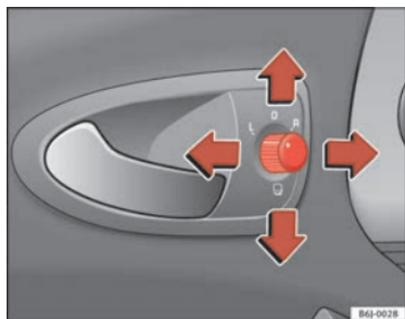

Fig. 64 Commande des rétroviseurs extérieurs
1. Tournez le bouton rotatif ⇒ fig. 64 en position **L (rétroviseur extérieur gauche)**.
- Tournez le bouton rotatif ⇒ fig. 64 en position pour rabattre les rétroviseurs extérieurs. Pour éviter tout dégât, il est conseillé de toujours rabattre les rétroviseurs extérieurs lorsque vous passez dans une installation de lavage automatique.